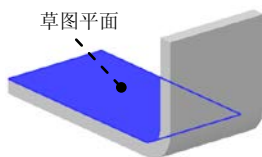

图 4.1.4 草图平面
(1) 选取草图平面。在系统的提示下，选取图 4.1.4 所示的模型表面为草图平面，进入草图绘制环境。